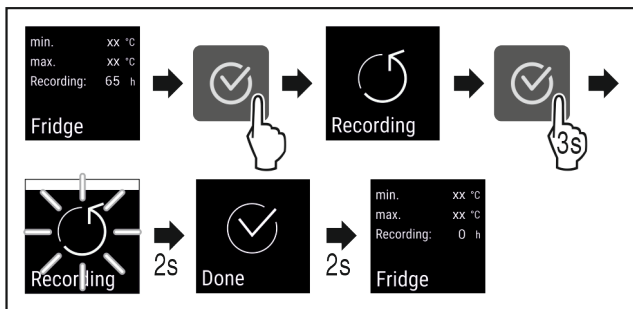

Fig. 137
- ▶ Hajtsa végre a művelet lépéseit (lásd Fig. 137) .